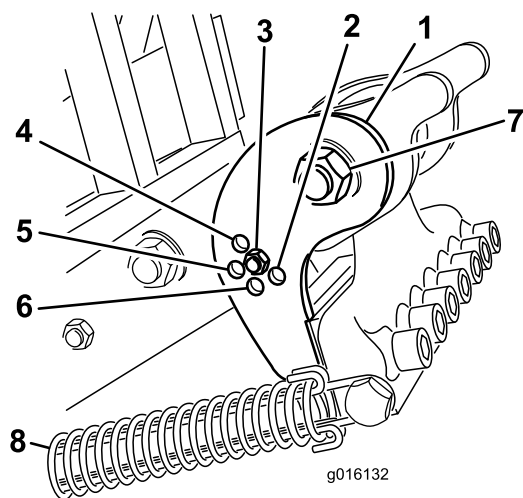

Figure 34
Régalez le support d'inclinaison (Figure 34) à la position correcte selon la longueur des louchets utilisés. La butée de la tête est réglée à l'une de cinq positions prédéterminées en choisissant le trou de boulonnage de la tige de réglage. Ces trous sont prédéfinis seulement ; par exemple, l'utilisation d'un louchet de 25,5 cm à la position 30,5 cm peut vous permettre d'obtenir une finition plus régulière, selon l'application.
3. Décrochez le ressort de la tête d'aération (Figure 34).
4. Retirez l'écrou et le boulon des trous de réglages du support d'inclinaison (Figure 34).